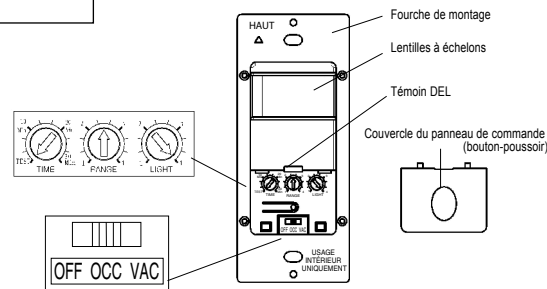

Figure 4
9. Localiser les boutons de réglage sur le panneau de commande afin d'exécuter les essais et réglages. (Illustré comme Figure 4.)
Cadran de luminosité ambiante : Le réglage de luminosité ambiante est réglé au moyen du cadran de luminosité ambiante (se reporter à la Figure 4). Tourner complètement le cadran de luminosité dans le sens antihoraire, la lumière séjours désactivée lorsqu'un mouvement est détecté. Pour tous les autres réglages, les lumières s'allumeront lorsque la luminosité est inférieure au réglage.